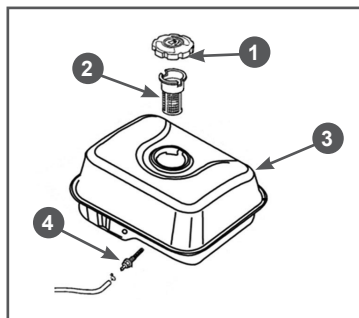

Рис. 14 Топливные фильтры
В топливном баке установлены два сетчатых топливных фильтра. Один фильтр устанавливается в заливной горловине топливного бака. Второй фильтр конструктивно объединен со штуцером топливного бака и установлен внутри бака (Рис. 14).
Через каждые 300 часов работы необходимо производить очистку топливного бака от грязи и конденсата. Одновременно с очисткой топливного бака необходимо проверять и очищать фильтр 4, установленный внутри бака (Рис. 14). Поврежденный или сильно загрязненный фильтр необходимо заменить.
3. Выкрутите из топливного бака выходной штуцер 4 и произведите его очистку (Рис. 14). Внимательно осмотрите сетчатый фильтр. При обнаружении механических повреждений замените штуцер топливного бака.